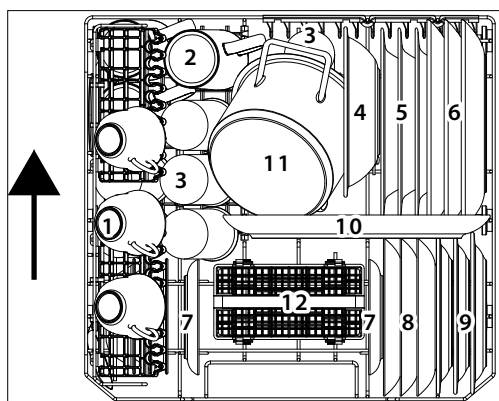

Fig. 15: con ripiano per tazze aperto
- Caricare il cestello per le stoviglie (9) come raffigurato nell'esempio (vedere la **fig. 15/16**). La freccia indica la direzione di inserimento. Per un lavaggio ottimale, le stoviglie devono essere collocate nelle posizioni previste.